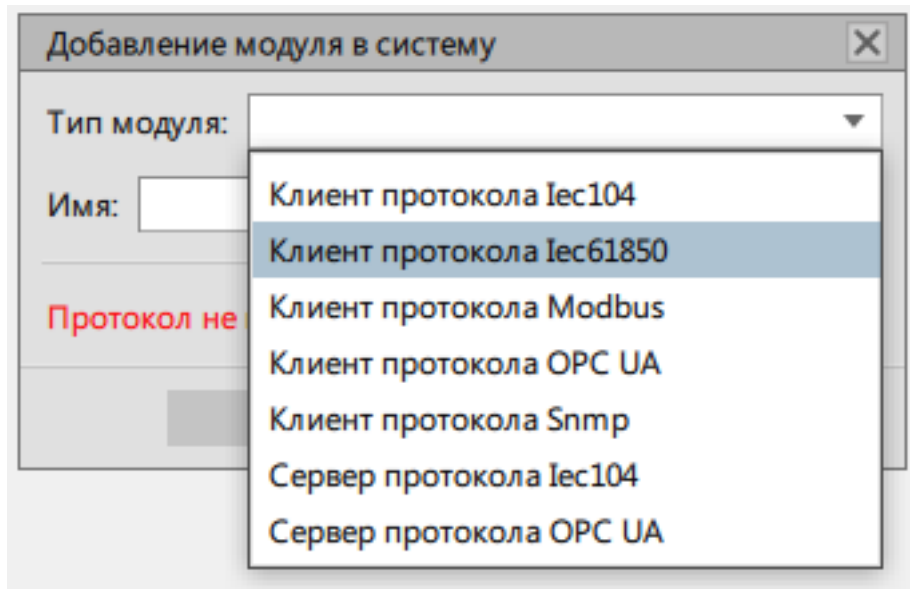

Рисунок 207 - Клиент протокола Iec61850
14.Выберите модуль **Клиент протокола Iec61850** и нажмите **ОК** (Рисунок 207).